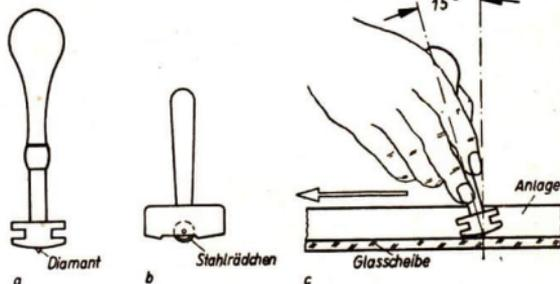

Abb. 53/1. Glasschneider
b) **Schneiden von Glasscheiben.** Zum Schneiden von Glasscheiben benutzt man einen *Glasschneider*, an dessen Ende ein *Diamantsplitter* oder ein *Rädchen* aus gehärtetem Stahl befestigt ist (Abb. 53/1). Der Glasschneider wird an einem Lineal oder an einer Leiste entlanggeführt, die auf der Glasscheibe aufliegt. Dabei ritzt der Diamant beziehungsweise das